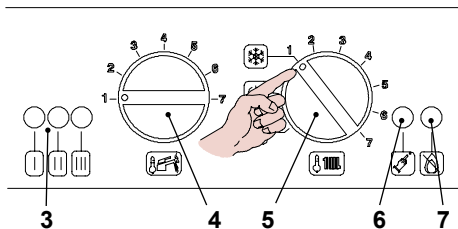

Figura 5.24
3 in Figura 5.24 lampeggia ogni 4 secondi.
- Posizionare il selettore 5 come indicato in Figura 5.24 ; la lampada di segnalazione 3 lampeggia ad intermittenza circa ogni 2 secondi.
- Per tarare il coefficiente K le spie di segnalazione in Figura 5.24 devono essere visualizzate come in Figura 5.25 (legenda spie Figura 5.26).